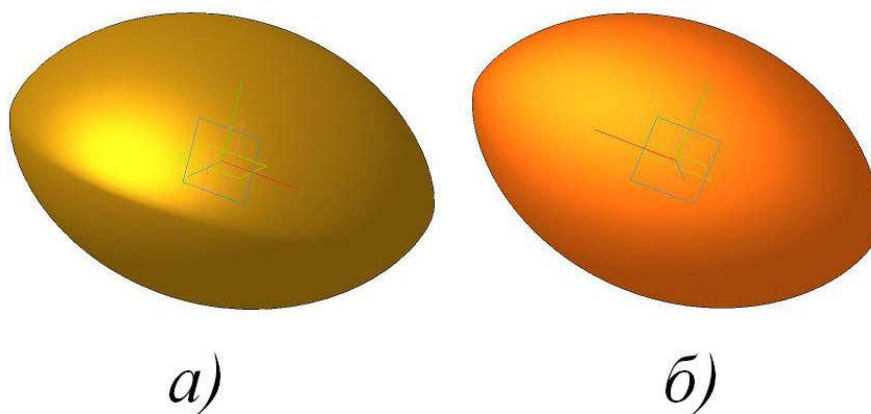

Рис. 3. Циклоидальные оваловиды: а) оваловид вращения вокруг малой оси; оваловид вращения вокруг большой оси
Формулы (3) и (5) выведены Робервалем, (4) и (6) - автором статьи. Не исключаю, что последние две формулы были получены ранее Паскалем или Робервалем, либо кем-нибудь ещё, но информации об этом у меня нет. Циклоидальные оваловиды изображены на рис. 3.